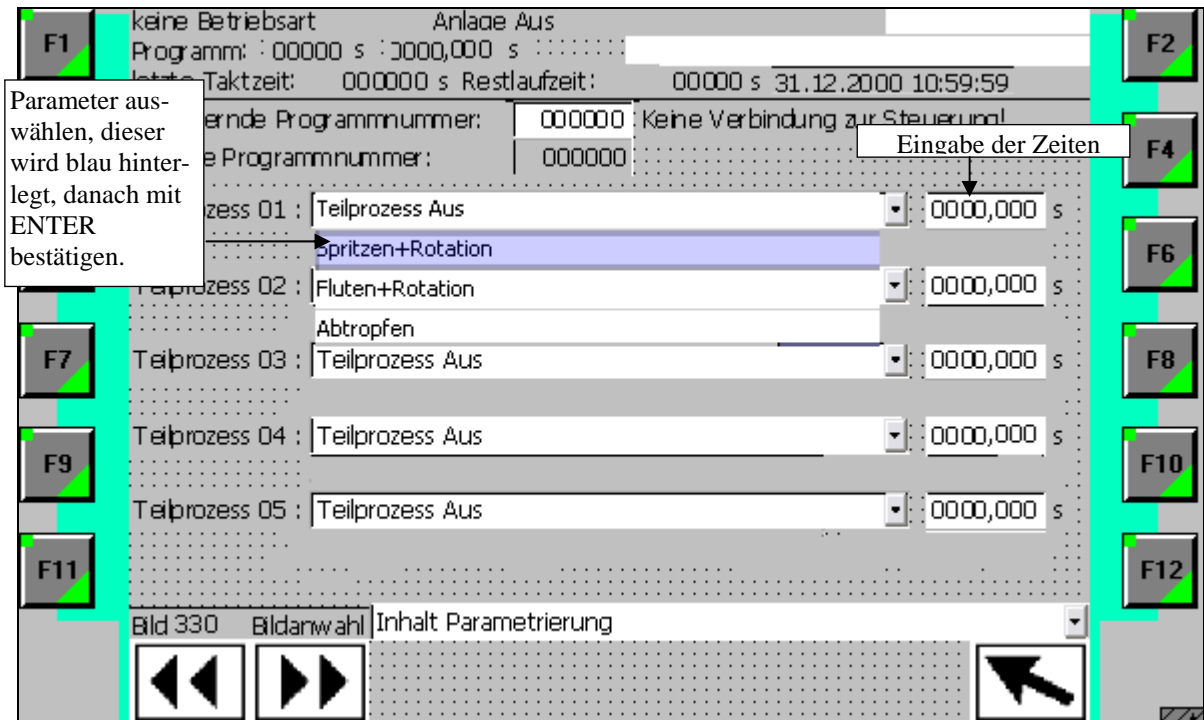

Bild 3.1
- Zuerst immer die Nummer des zu bearbeitenden Programms eintragen und mit ENTER übernehmen, siehe Bild 3.1.
- Dazu mit der Pfeiltaste auf das gewünschte Eingabefeld gehen und die Auswahl mit ENTER anwählen, siehe Bild 3.1, mit dem Cursor die Auswahl treffen, Feld wird blau hinterlegt, danach mit der ENTER-Taste übernehmen.